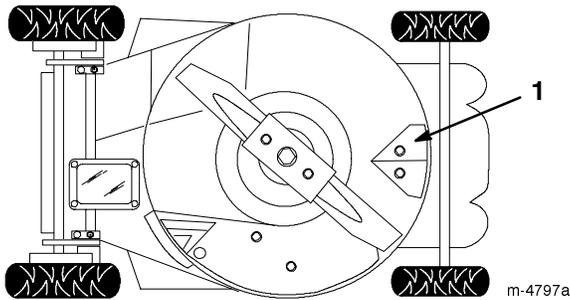

Figure 17
Le dessous du carter de tondeuse doit rester propre. Veillez particulièrement à débarrasser les déflecteurs de tout débris (Fig. 17).
4. Basculez la tondeuse sur le côté **gauche** (filtre à air vers le haut) (Fig. 17).